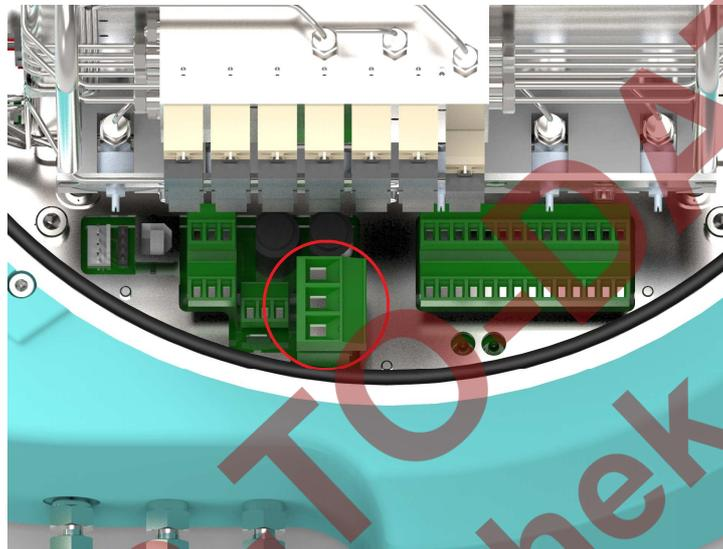

Abb. 5.6 Position der Klemmenleiste für die Netzversorgung (J14)
- Die Position der internen Klemmenleiste finden Sie in Abbildung 5.6.